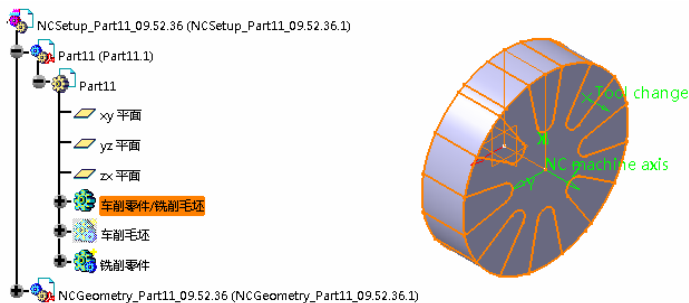

图 7-46 定义毛坯零件(2)
6) 定义毛坯零件(2)。单击 Stock 按钮, 系统自动隐藏“Part Operation”对话框, 在图形区选择如图 7-46 所示的实体作为毛坯零件, 然后双击空白处返回“Part Operation”对话框。